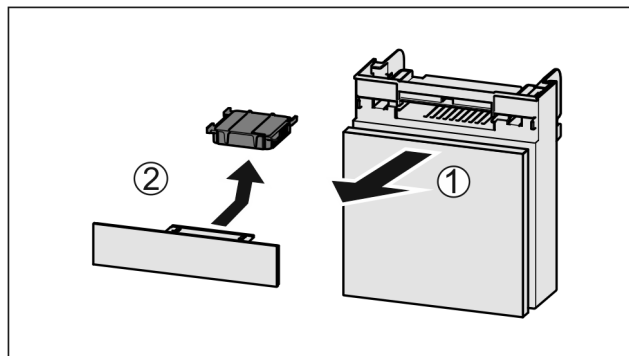

Fig. 86
- Zásuvku vytáhněte dopředu Fig. 86 (1).
- Filtr s aktivním uhlím vyjměte Fig. 86 (2).